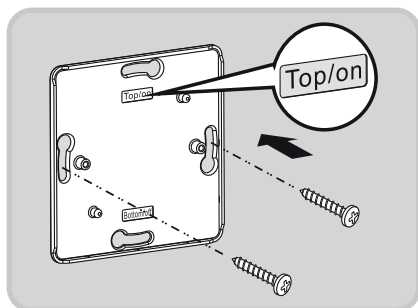

Fig. 10
- Monter støtterammen på veggen med skruer (se fig. 10).